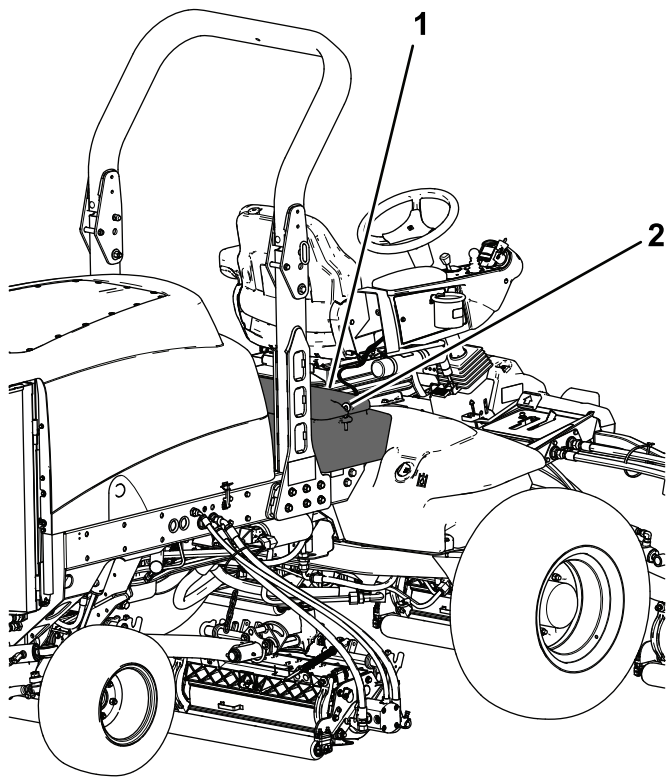

Figure 83
2. Déverrouillez et soulevez le panneau de la console (Figure 83).